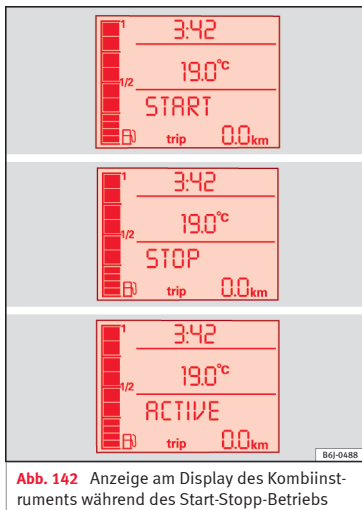

Abb. 142 Anzeige am Display des Kombiinstrumentes während des Start-Stopp-Betriebs
- Am Display des Kombiinstrumentes wird der Funktionszustand des Start-Stopp-Systems angezeigt ►► **Abb. 142.**